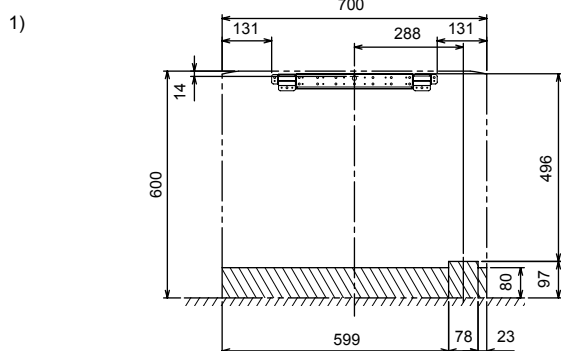

Fig. 3-7
1) Pour la tuyauterie cote gauche ou arrière gauche (Fig. 3-7)